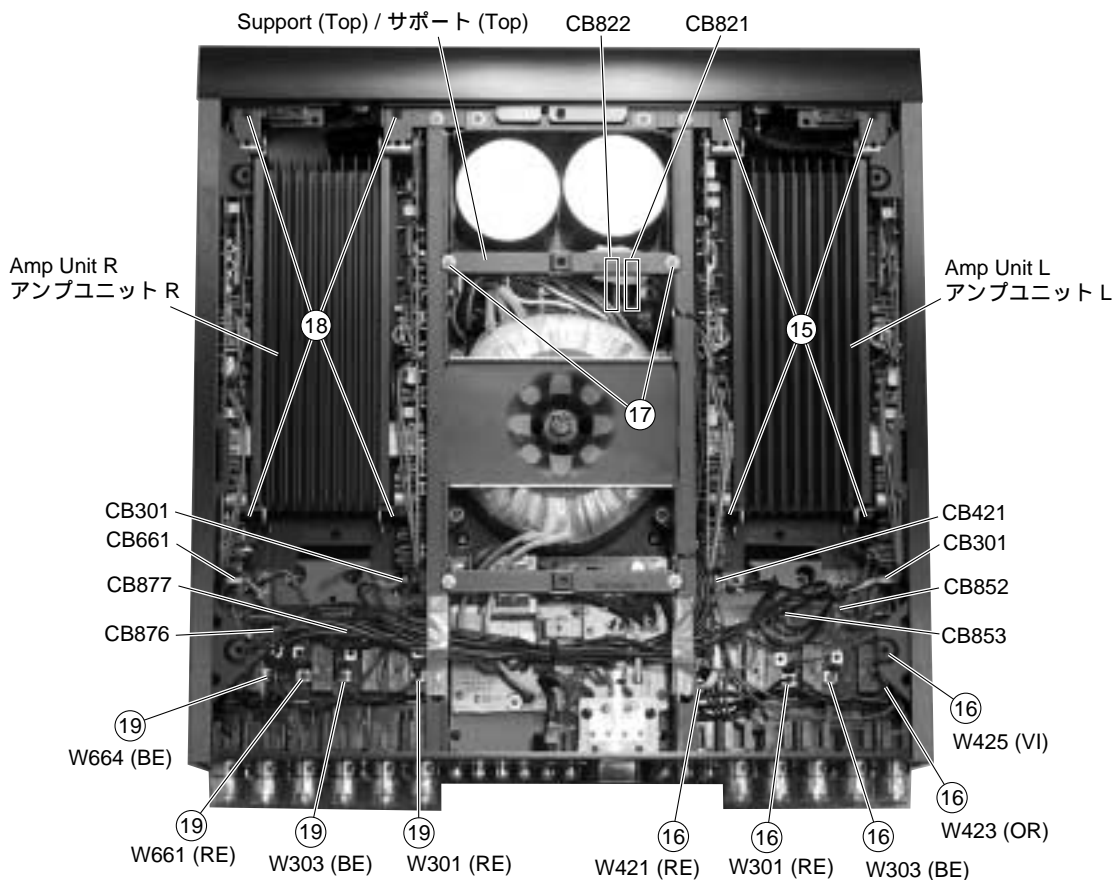

Fig. 7
- b. Remove 4 screws (15) and 5 screws (16) in Fig. 7.
- c. Remove connectors CB852 (3P), CB853 (2P), CB301 (3P) and CB421 (4P). (Fig. 7)
- d. Remove 2 screws (17) and then remove the Support (Top). (Fig. 7)
- e. Remove connector CB821 (6P). (Fig. 7)
- f. Remove the Amp Unit L. (Fig. 7)
- g. Remove 4 screws (18) and 4 screws (19). (Fig. 7)
- h. Remove connectors CB822 (6P), CB877 (2P), CB876 (3P), CB301 (3P) and CB661 (4P). (Fig. 7)
- i. Remove the Amp Unit R. (Fig. 7)
- b. 15のネジ4本と16のネジ5本を外します。(Fig. 7)
- c. コネクターCB852 (3P)、CB853 (2P)、CB301 (3P)、CB421 (4P)を外します。(Fig. 7)
- d. 17のネジ2本を外し、サポート(TOP)を取り外します。(Fig. 7)
- e. コネクターCB821 (6P)を外します。(Fig. 7)
- f. アンプユニットLを取り外します。(Fig. 7)
- g. 18のネジ4本と19のネジ4本を外します。(Fig. 7)
- h. コネクターCB822 (6P)、CB877 (2P)、CB876 (3P)、CB301 (3P)、CB661 (4P)を外します。(Fig. 7)
- i. アンプユニットRを取り外します。(Fig. 7)